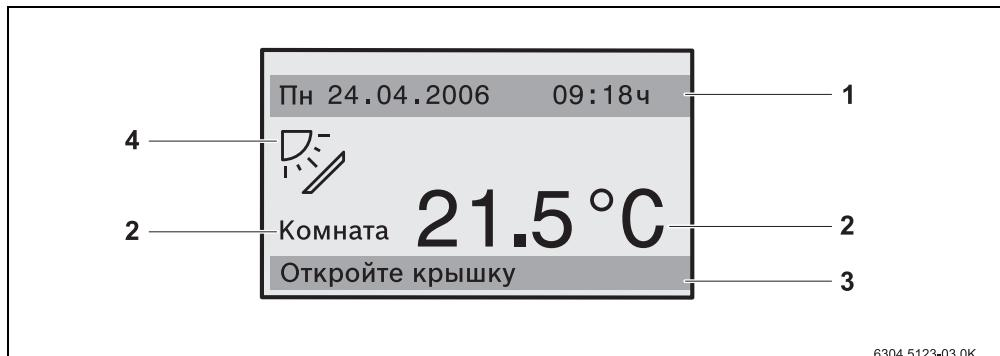

Рис. 1 Экран RC35
**Стандартное индик.** ( рис. 1, [1]).